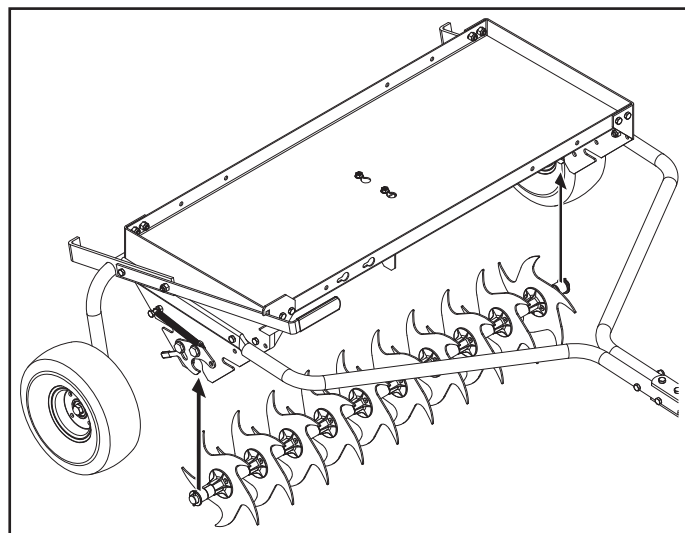

Figura 9
1. Deslize os mancais em cada extremidade do eixo dentro dos retentores do eixo, um de cada vez. Assegure que os encaixes do eixo travem. Veja figura 9.